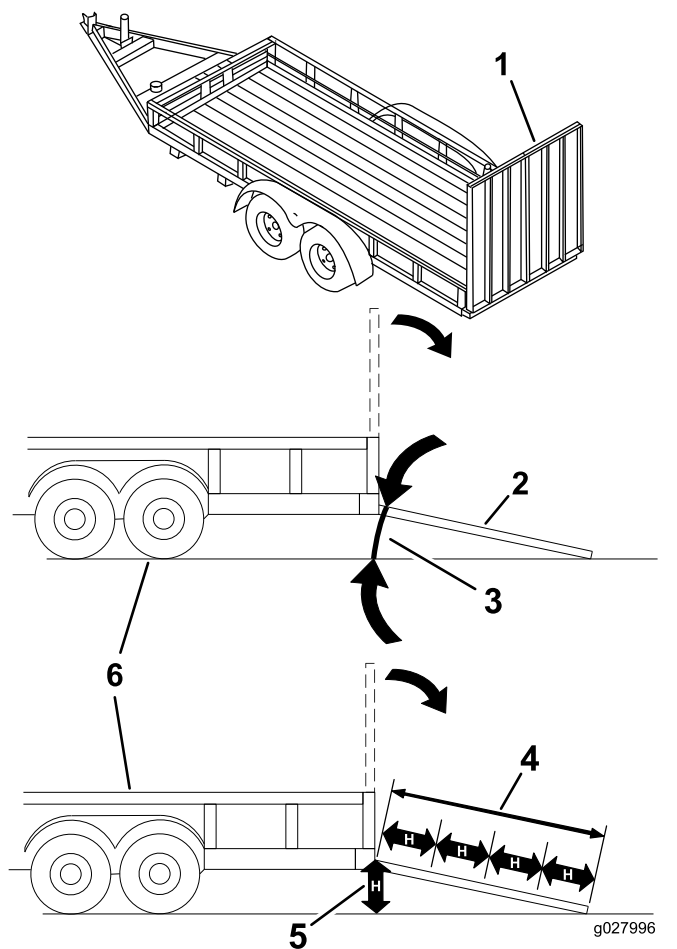

Figura 14
Quando si carica la macchina su un trailer o un autocarro si aumenta il rischio di ribaltamento, che può causare gravi ferite ed anche la morte (Figura 14).
3. Abbassate la rampa, assicurandovi che l'angolazione tra la rampa e il terreno non superi 12 gradi (Figura 14).
1. Abbassate la rampa, assicurandovi che l'angolazione tra la rampa e il terreno non superi 12 gradi (Figura 14).